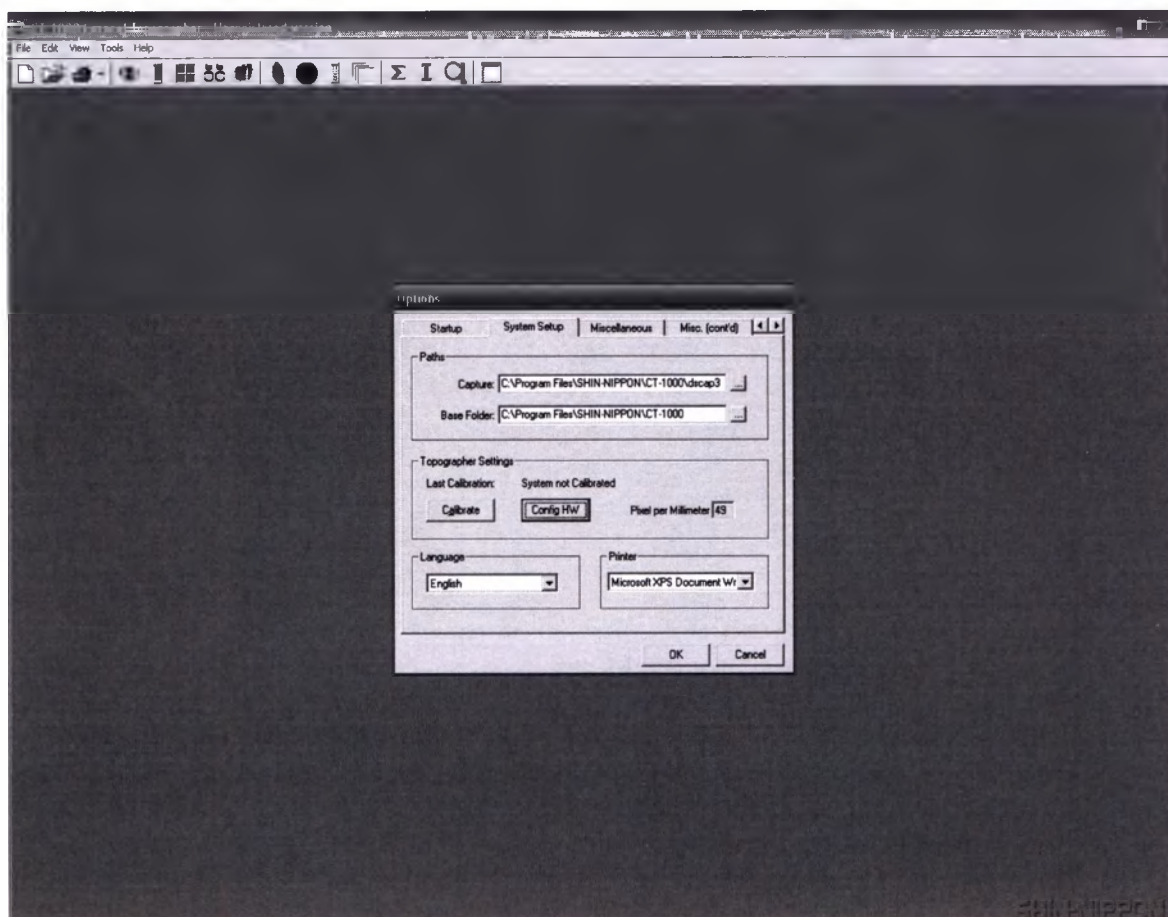

Рис.12
2. В появившемся окне установите параметр **“Pixel per millimeter”** (рис.12)